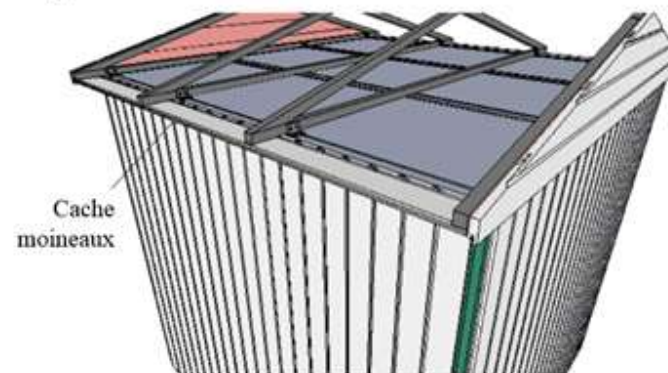

Fig. 10a-Fixation des cadres triangulaires
- Utilisez les cornières métalliques et les vis de 30mm fournies pour fixer les cadres triangulaires aux panneaux de toit (Fig.10a). Pour plus de solidité, vissez dans les tasseaux des panneaux.